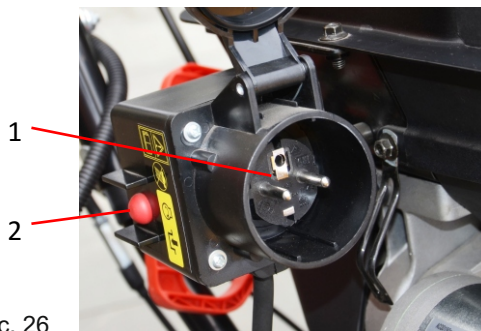

Рис. 26
1. Подключите удлинитель от розетки 220 В к разъему 220В машины (рис. 26, поз. 1);
2. Нажмите на кнопку стартера и удерживайте пока двигатель не запустится, но не более 5 секунд (рис. 26, поз. 2).